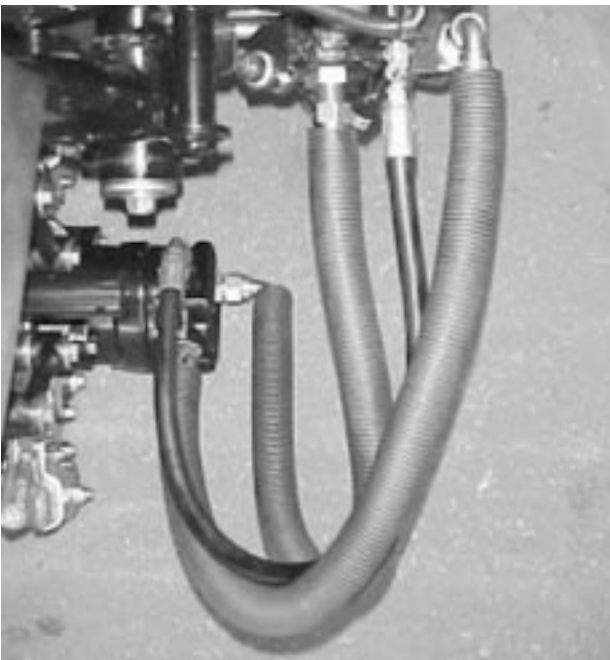
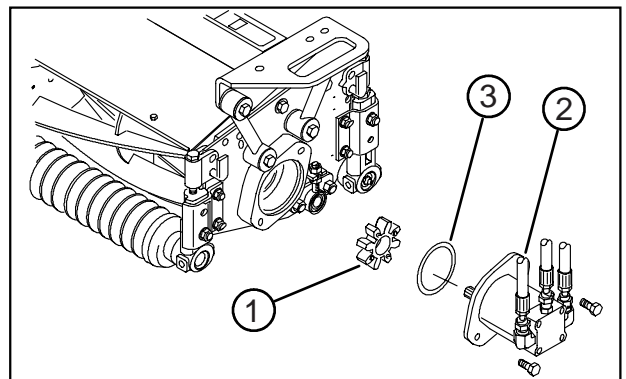

図 20
図 23
重要：ホースが折れたりひねられたり強く曲げられたりしていないことを確認してください。図20のようなルートが適切です。カuttingユニットを上昇させ、左にスライドさせてください（モデル03201のみ）。後カuttingユニットのホースが走行ケーブル・ブラケットに当たらないことを確認し、必要に応じて接続部やホースの位置を再調整してください。
2. 右側カuttingユニットの内側の端からウェイトとガスケット（図20）を取り、ユニット外側のベアリング・ハウジングのプラグを抜いてそこに取り付けます。ベアリング・ハウジングに入っているスパイダ・カップリング（図23）を取り出す。